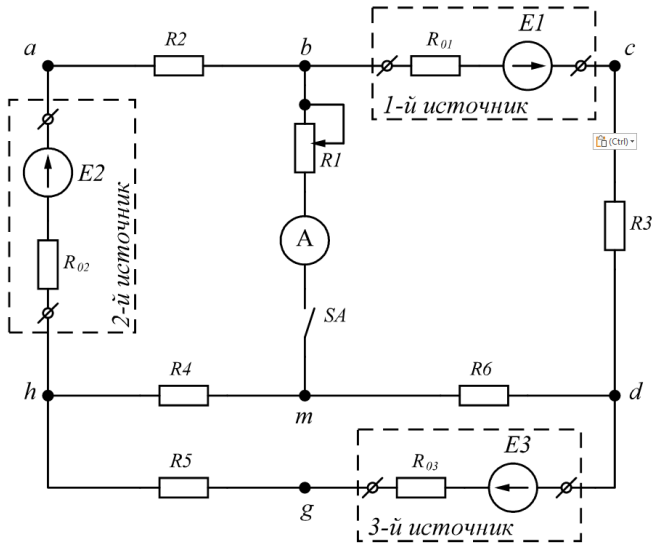

Рис. 1.4. Электрическая принципиальная схема исследуемой разветвленной цепи
2.5.1. Собрать цепь по схеме, приведенной на рис.1.4.
Токи в ветвях цепи на рис.1.4
3.4. По данным табл. 1.6 проверить справедливость 1-го закона Кирхгофа для трех узлов исследуемой цепи (рис.1.4).